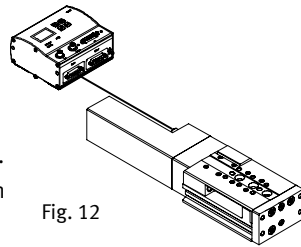

Fig. 12
- Câbler complètement le SLTE-... sur le connecteur [5] avec le contrôleur (voir Fig. 12).